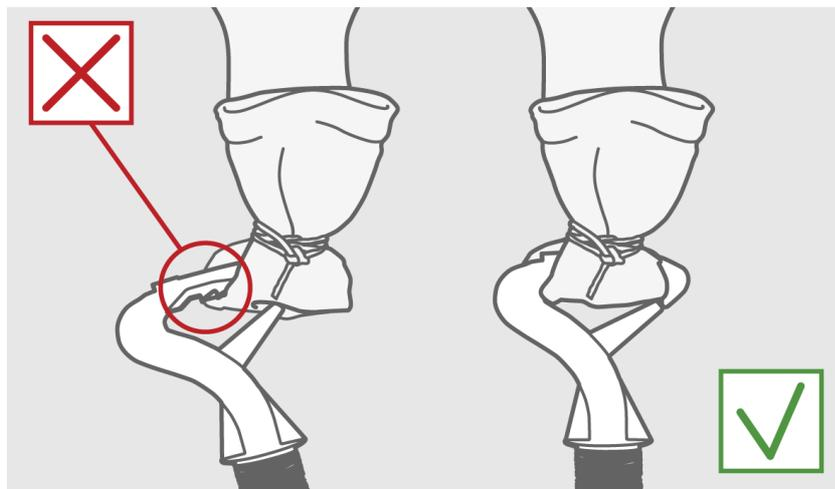

Ilustración 13 Desbobinador acoplado al cuello del globo
- Asegúrese de que el gancho salga por el otro lado, como se muestra en la Ilustración 13 en la página 30. El desbobinador ahora está acoplado firmemente al globo.